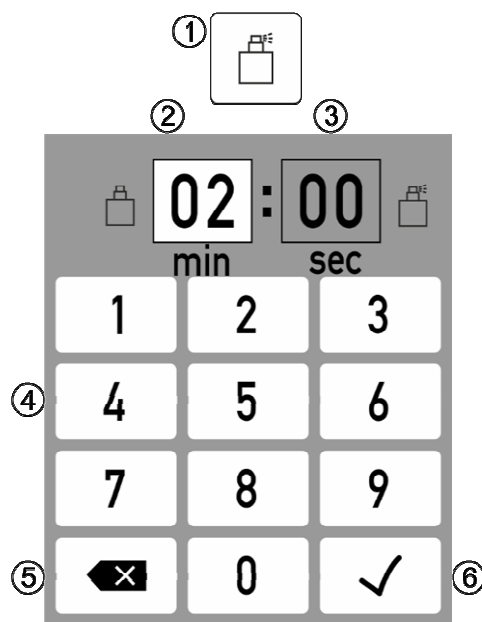

Fig. 4: Menu per impostazioni profumo
1. Attivare uno dei campi temporali 2/3 (vedi Fig. 4) mediante azionamento.
2. Inserire il tempo desiderato mediante il campo numerico (4) e il tasto Backspace (5).
3. Premendo il tasto Invio (6) il valore viene salvato.
Premendo a lungo il simbolo del menu pompa diffusione essenze (vedi Fig. 4) è possibile attivare manualmente la pompa per tutto il tempo in cui si tiene premuto il tasto.